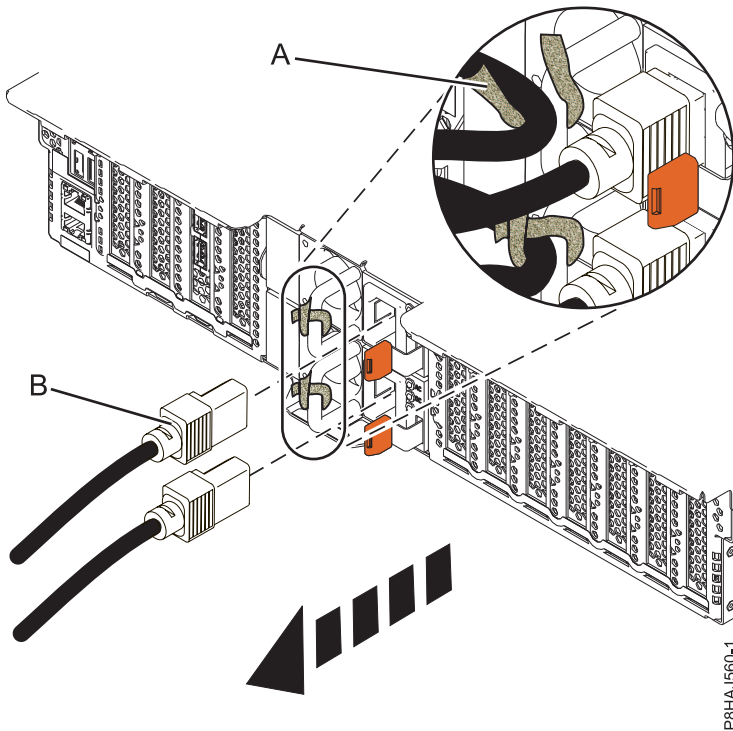
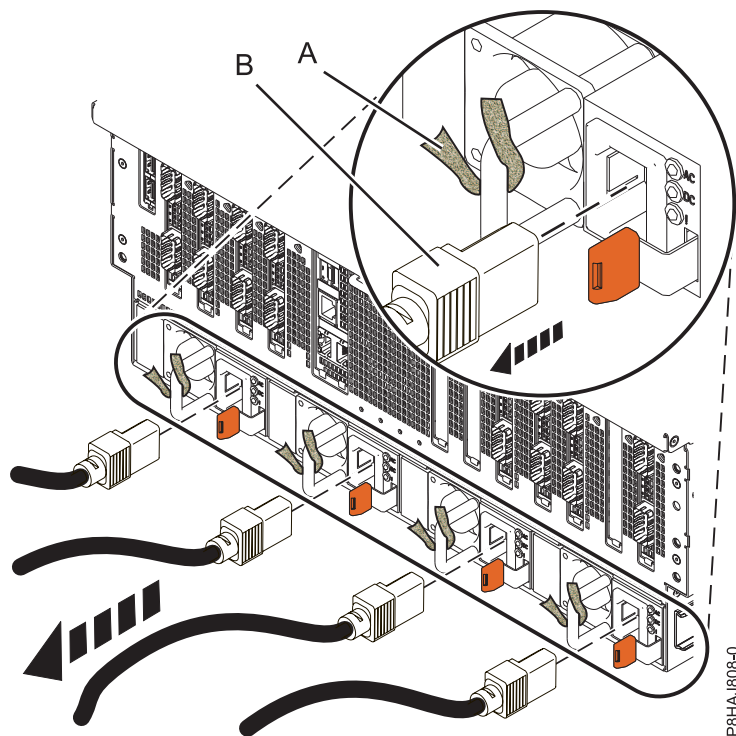

Figure 160. Retrait des cordons d'alimentation d'un système 5148-21L, 5148-22L, 8247-21L, 8247-22L, 8284-21A ou 8284-22A
Figure 161. Retrait des cordons d'alimentation d'un système 8408-44E ou 8408-E8E
3. Débranchez les cordons d'alimentation (**B**) de l'unité centrale. Voir les figures figure 159, à la page 200, figure 160, à la page 200 ou figure 161, à la page 201 selon le type de votre système.